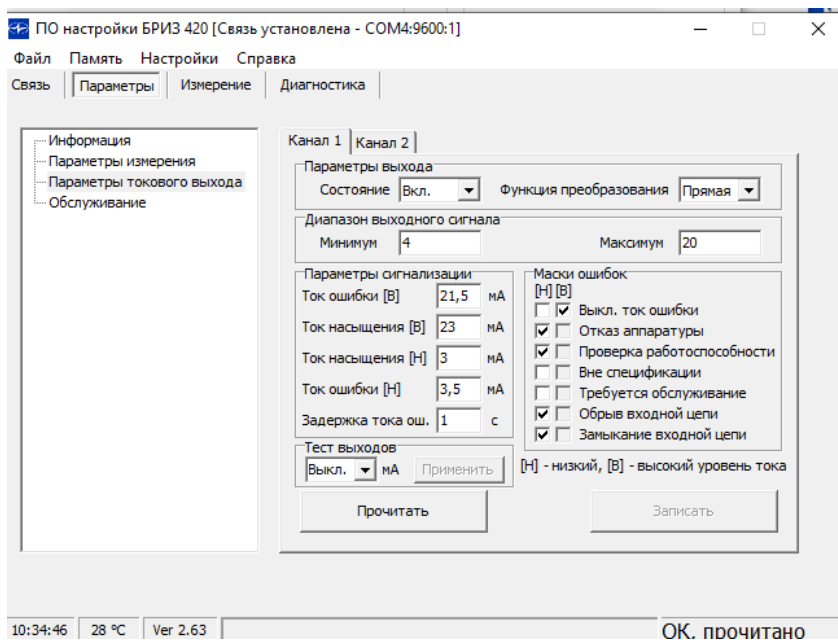

Рисунок 2.4
2.4.6 Просмотр и запись параметров измерения осуществляются в меню «Параметры измерения». Данные, доступные для чтения и записи приведены в таблице 2.8 (рисунок 2.4).
2.4.7 Просмотр и запись параметров токового выхода осуществляется в меню «Параметры токового выхода» (для каждого канала). Данные, доступные для чтения и записи приведены в таблице 2.9 (рисунок 2.4).